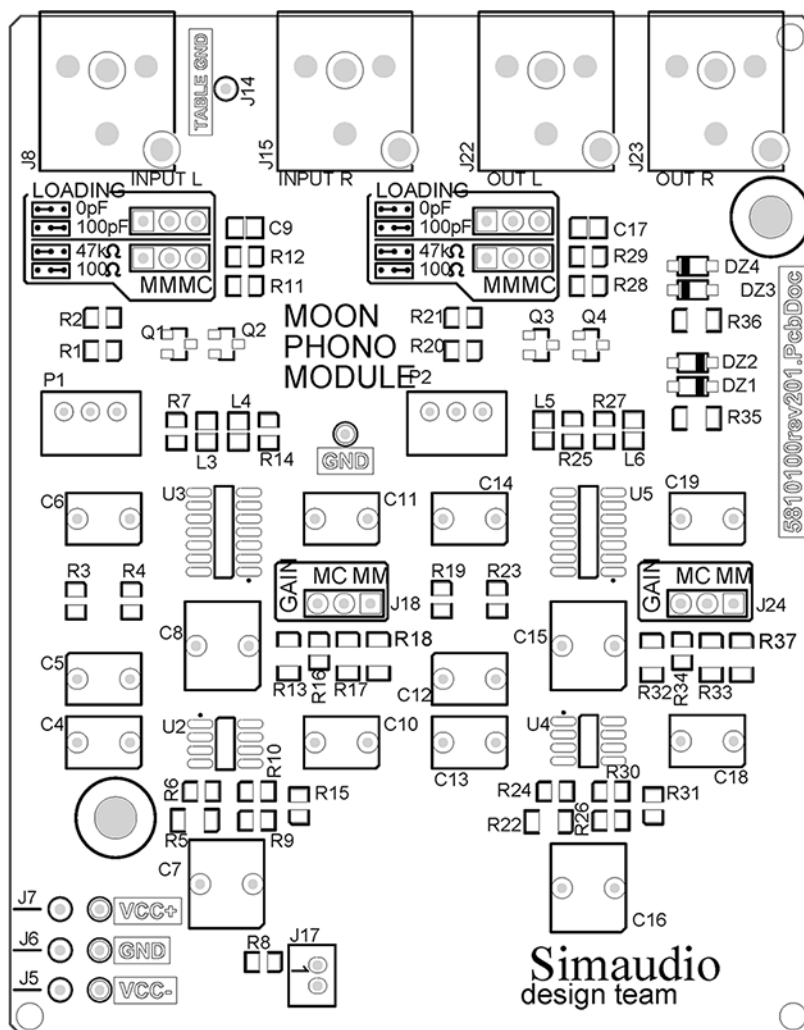

Figure 3: Disposition du circuit imprimé de la section phono optionnelle du **Nêo 340i**
Il y a deux (2) ajustements possibles pour régler la charge résistive : 100Ω et 47 kΩ représentés par le support de cavalier R12 pour le canal gauche, et par le support de cavalier R29 pour le canal droit (voir la figure 3 pour plus de détails). Le réglage par défaut est de 47 kΩ; ce faisant, les deux cavaliers se retrouveront dans chacun des supports de gauche.
Il y a deux (2) ajustements possibles pour régler la capacité de charge; 0pF et 100 pF, représentés par les supports de cavaliers C9 pour le canal gauche et C17 pour le canal droit (voir figure 3). Le réglage par défaut est de 100pF pour une cartouche à aimant mobile; ce faisant, les deux cavaliers se retrouveront dans chacun des supports de droite.
Il y a deux (2) ajustements possibles pour régler le niveau de gain : 40dB pour les cartouches MM et 60dB pour les cartouches MC, représentés par les supports de cavaliers J18 pour le canal de gauche, et J24 pour le canal de droite (voir figure 3). Le réglage par défaut est fait pour une cartouche MM, les deux cavaliers se trouveront donc dans les supports de droite nommés MM; nous vous suggérons fortement de ne pas utiliser les cavaliers MC pour une cartouche MM, puisqu'ils surchargeront de **Nêo 340i**. Lorsque vous utilisez une cartouche MC, vous devrez placer les cavaliers dans les supports MC de gauche.